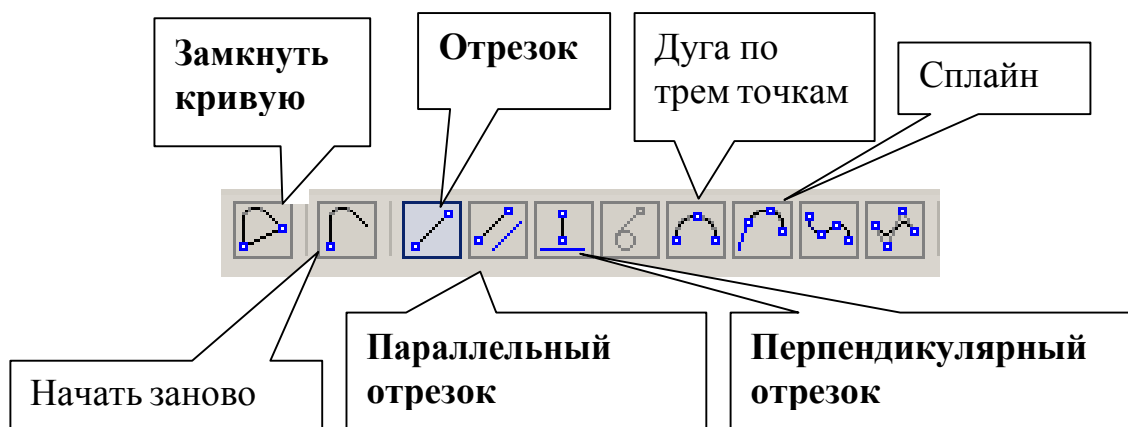

Рис. 4
- Для построения отрезка 8-9, заданного длиной «15» и расположенного параллельно отрезку 4-5, не прерывая команды *Непрерывный ввод объекта*, нажмите кнопку **Параллельный отрезок**, рис. 4.
- Постройте отрезок 10-11, активизировав команду **Отрезок**, рис. 4.